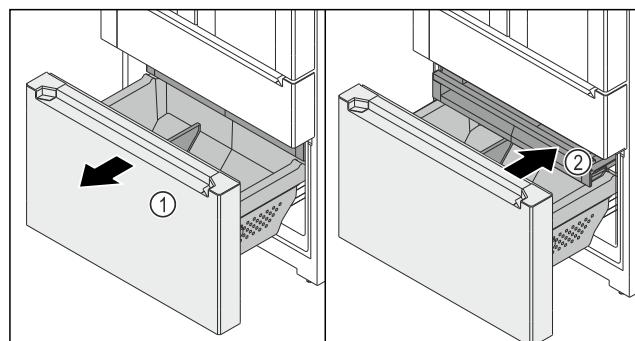

Fig. 151
- ▶ 将拉出式滑架 Fig. 151 (1) 拉出至止挡。
- ▶ 抽屉 Fig. 151 (2) 被自动拉出。
- ▶ 推入抽屉 Fig. 151 (2)。